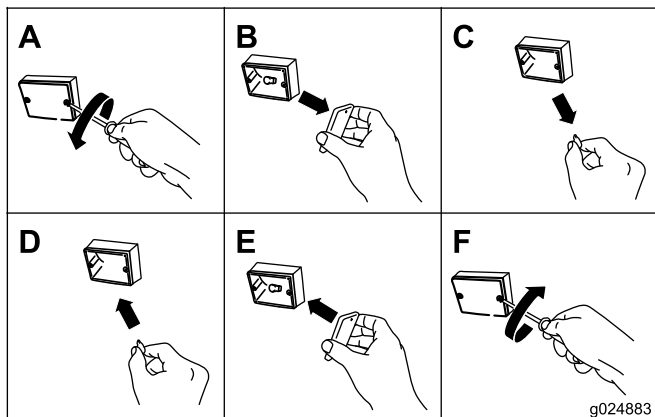

Figura 64
1. Usando un destornillador, retire los 2 tornillos de la lente rectangular pequeña de color ámbar de la luz de posición lateral (Figura 64).
2. Retire la lente ámbar (Figura 64).
3. Retire la lámpara del zócalo (Figura 64).
4. Instale una lámpara nueva del tipo especificado en el zócalo (Figura 64).
5. Instale la lente ámbar y los 2 tornillos (Figura 64).